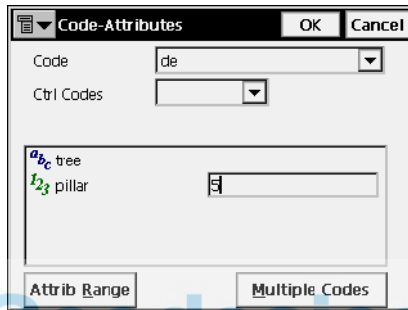

Figura 3-12. Atributos Código
-  : el icono *Lista de Atributos* , abre la pantalla **Atributos Código** para asignar valores a los atributos del código elegido (Figura 3-12 en la página 3-9).